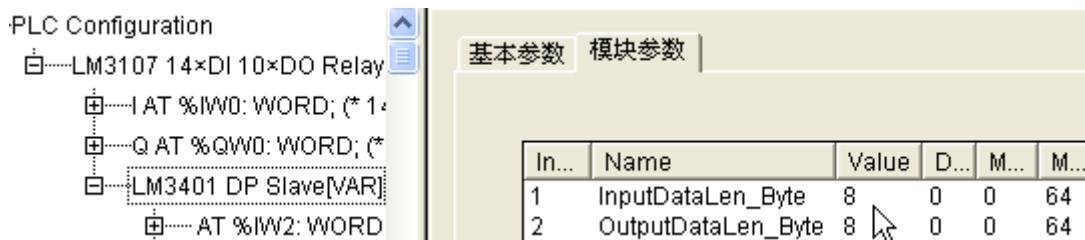

图 B-2-1
- 配置 3401DP 从模块如图 B-2-1 中鼠标位置处所示。